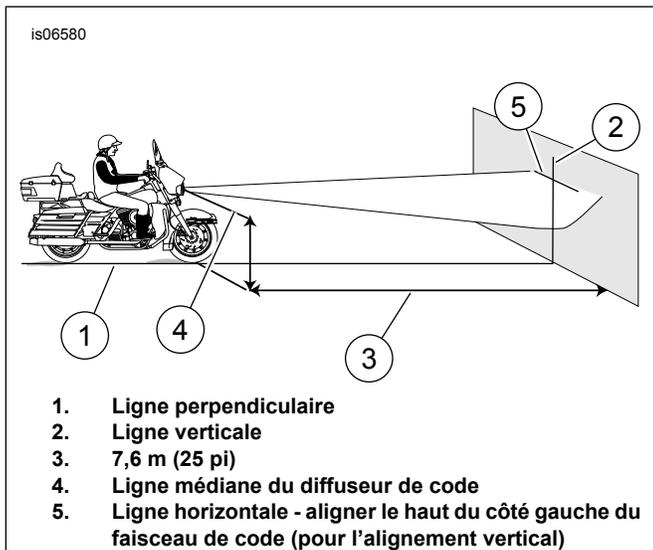

Figure 9. Vérification de l'alignement du phare
4. Positionner la moto de façon à ce que l'axe avant soit à 7,6 m (25 ft) (3) du mur.
5. Se référer au Figure 8 et au Figure 9. Avec le véhicule chargé et à la verticale, orienter la roue avant tout droit vers le mur. Mesurer la distance entre le sol et le centre du **diffuseur de code** (4). Noter ce résultat.
6. Voir la figure 9. Tracer une ligne horizontale sur le mur au niveau du point (5) ayant la même mesure que celle relevée à l'étape 5.
- Tracer une ligne verticale (2) à partir de la ligne perpendiculaire (1) de façon à ce qu'elle coupe la ligne horizontale tracée à l'étape précédente.